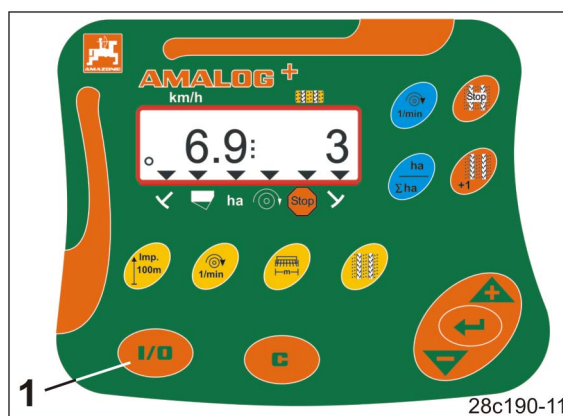

Рис. 105
- 3.1 Нажмите кнопку (Рис. 105/1).